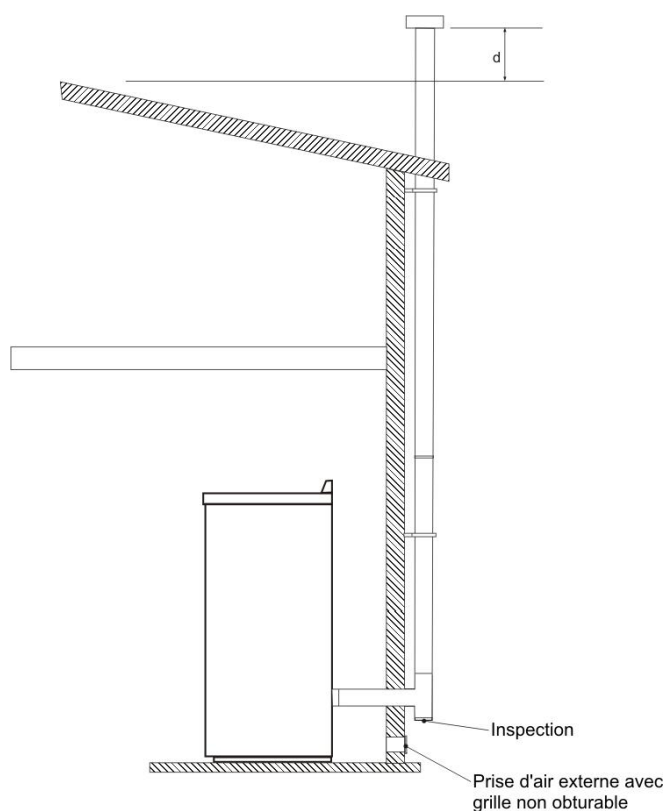

Fig. 13
- seuls des tuyaux isolés (double paroi) en acier inox fixés au bâtiment (fig.13) doivent être utilisés ;
La solution à adopter dans le cas où l'on souhaite utiliser un conduit d'évacuation des fumées externe est représentée sur la fig. 13.